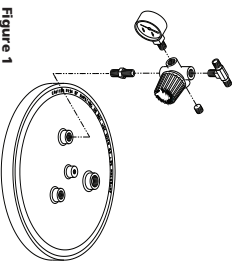

Figure 1
1. Monter le régulateur au couvercle du réservoir à peinture comme indiqué sur la Figure 1: